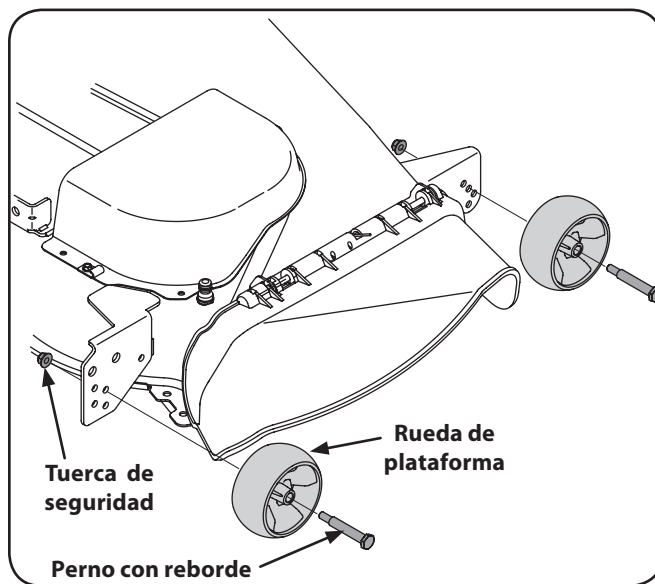

Figura 6-6
- b. Retire las ruedas delanteras y traseras de la plataforma retirando las tuercas de sujeción y los tornillos con reborde que las ajustan a la plataforma. Consulte la Figura 6-6.